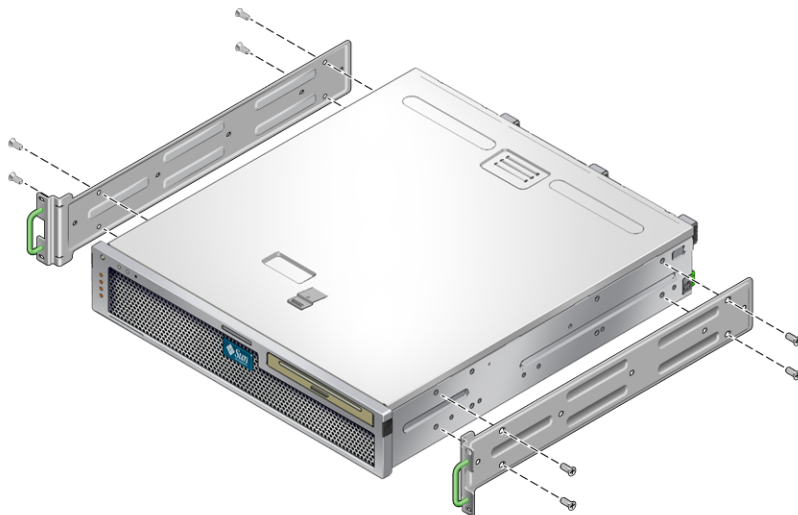

图 3-2 将固定式装配托架固定到服务器上
2. 使用提供的 M5 × 8 毫米十字平头螺丝将两个固定式装配托架（每个固定式装配托架使用四颗螺丝）固定到服务器的两侧（图 3-2）。